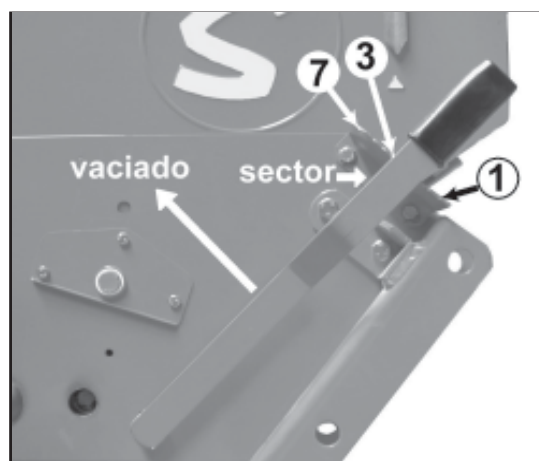

fig. 11
- Nº 1, para semillas finas (fig. 11)
- Nº 3, para trigo y cebada (fig. 11)
Para vaciar la tolva se coloca la bandeja debajo de los dosificadores y se corre la palanca totalmente hacia delante más allá del nº 7. (fig. 11)